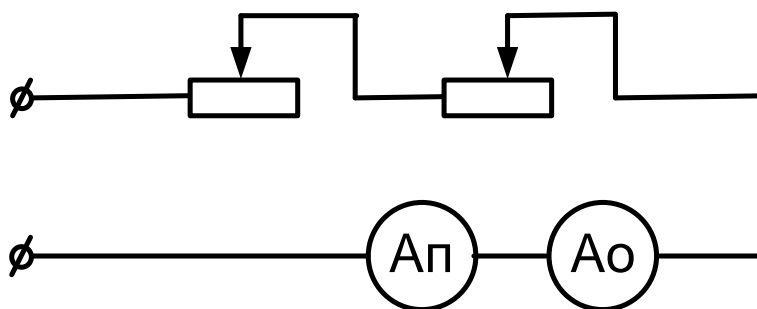

Рис.1 Схема проверки амперметра
4.1.Собрать электрические цепи для проверки амперметра согласно схеме рис.1.